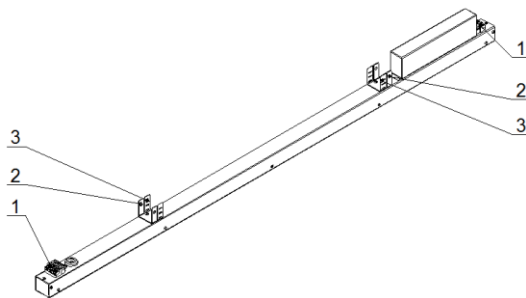

Рисунок 2. Схема установки светильника
5.2. Для подвеса светильника на тросах, закрепить трос в отверстиях для подвеса (рис. 2, поз.2).
5.3. Для установки светильника в потолок типа «Грильято» можно использовать или отверстия для подвеса (рис. 2, поз.2), или отогнуть специальную крепёжную планку рядом с подвесом (рис. 2, поз. 3).
5.4. Закрепить сетевой провод (рекомендуемое сечение проводов не менее 0,5 мм²) в клеммной колодке (рис. 2, поз.1) согласно маркировке. Подсоединить светильник к сети.